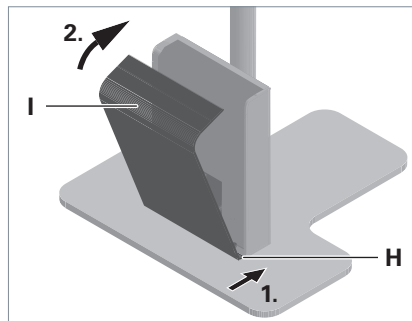

Fig. 5: Blende montieren.
- Setzen Sie die Blende **I** in die Öffnung **H**, siehe Fig. 5.
- Klappen Sie die Blende an die Versorgungseinheit, siehe Fig. 5.